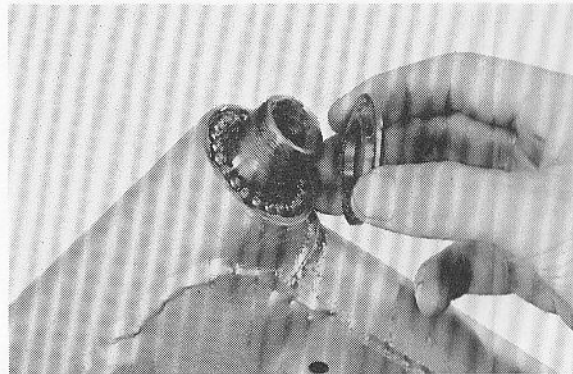

Fig. 5-7-6
7. Lift off the top bearing race and remove all of the ball bearings from the upper bearing assembly. (Fig. 5-7-6)
7. Lever la bague de roulement supérieur et enlever tous les billes de roulement supérieur. (Fig. 5-7-6)